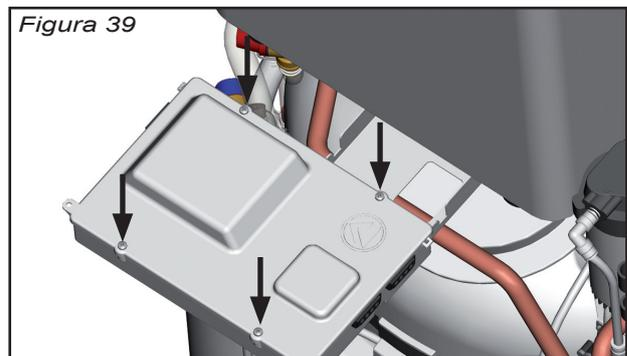

Figura 39
- 3) Portare il pannello in posizione orizzontale (figura 39).
- 4) Svitare le quattro viti poste sul coperchio del pannello per accedere alla scheda e ai cablaggi (figura 39).